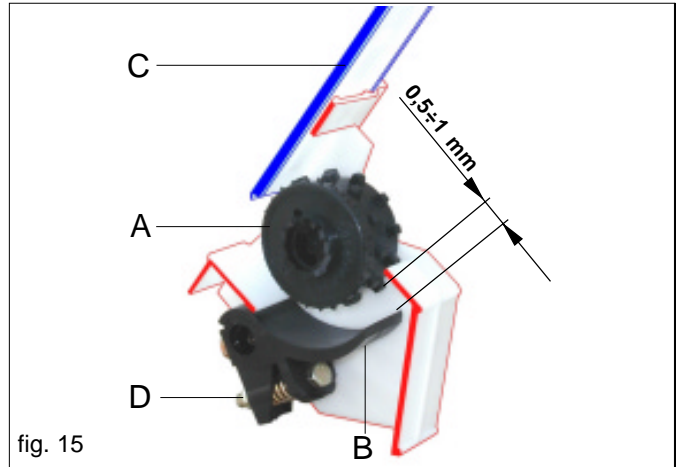
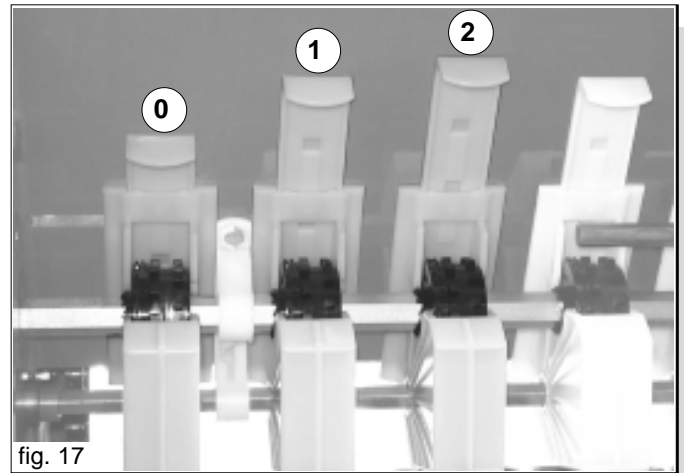

fig. 15
fig. 17
I tastatori (B Fig. 15) correttamente posizionati assicurano una distribuzione fluida e costante dei semi.
Per ottenere una distribuzione ottimale del seme verificare periodicamente la posizione dei tastatori (B): la leva (Fig. 15) in posizione 1, con il dado (D), regolare la distanza tra il tastatore e il rullo distributore (A) a 0,5 ÷ 1 mm (Fig.15).
In base al tipo di semente è necessario prima di iniziare la semina scegliere il tipo di rullo distributore più adatto (A Fig. 15).
Le lamine di chiusura bocchette (C Fig.15) di uscita del seme dalla tramoggia, hanno **tre posizioni di regolazione** (Fig.17):
La profondità di semina viene regolata, contemporaneamente per tutti gli assolcatori, tramite una manovella (A, Fig. 17) che consente, se girata in senso antiorario, di esercitare per mezzo delle molle di trazione una maggiore pressione degli assolcatori sul terreno e quindi automaticamente una caduta più profonda del seme.